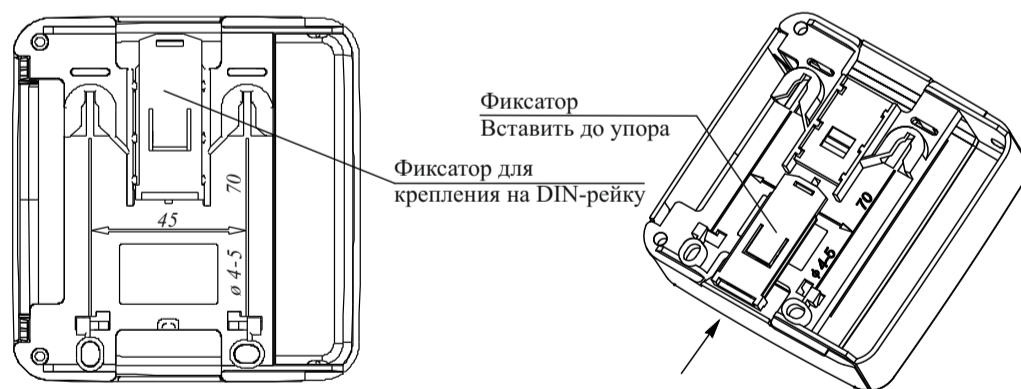

Рисунок 4 – Обратная сторона релейных модулей PM1M-R2 и PM2-R2
- 5.2 В углублении основания вклеена этикетка, несущая маркировочную информацию (рисунок 4).
- в направляющие основания вставить фиксатор, входящий в комплектность (рисунок 4);